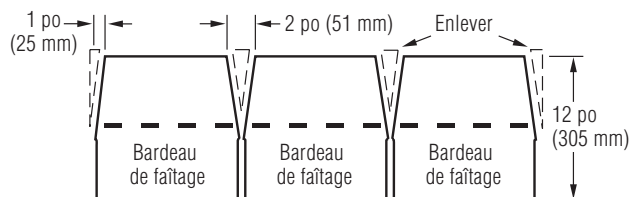

Figure 10-24 : Enlever les jupes, puis tailler les bardeaux pour fabriquer les bardeaux de faitage.
2. Pour fabriquer les pièces de recouvrement, découper des bardeaux entiers à la ligne de jonction des jupes. Découper ensuite les bardeaux de la façon illustrée à la figure 10-24.